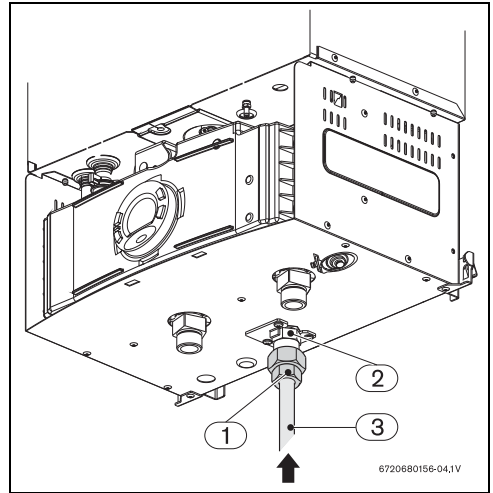

Fig. 22 Conexión del tubo de gas
- ▶ Apretar la rosca en el tubo de entrada de gas (Fig. 22, [1]) y utilizar la extremidad en cobre (Fig. 22, [2]) para hacer la soldadura al tubo de la red de suministro de gas (Fig. 22, [3]).